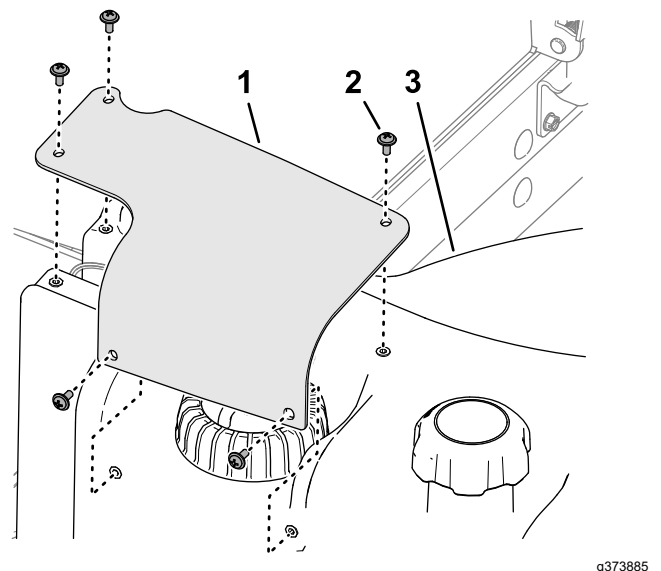

Figure 131
7. Alignez les trous du couvercle du transmetteur de niveau de carburant et les trous du réservoir de carburant, et fixez le couvercle sur le réservoir avec les 5 vis cruciformes (Figure 131).